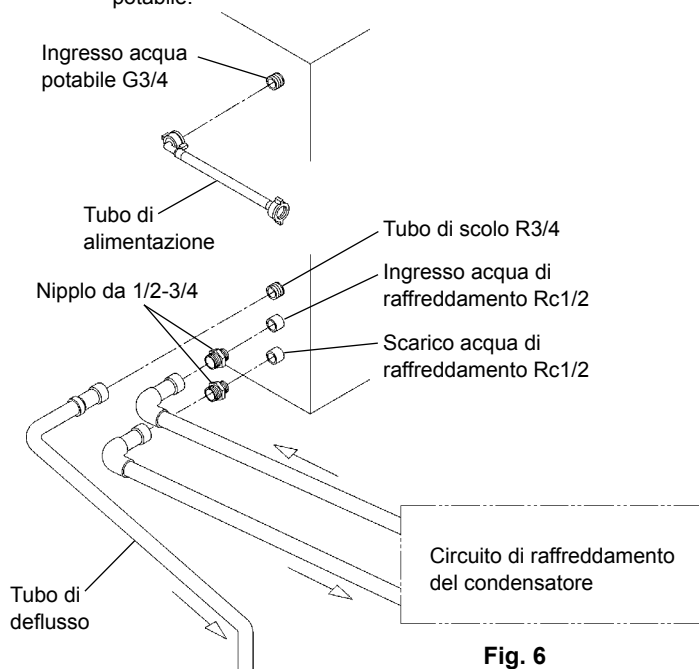

Fig. 6
- \* La Hoshizaki raccomanda di collegare il condensatore a un sistema di raffreddamento a circuito chiuso con ricircolo servendosi di un raffreddatore a torre o equivalente (v. Fig. 6 e 7). La formazione d'acqua dovrebbe avvenire tramite un serbatoio di interruzione o una valvola a sfera.
## [a] Collegamenti conformi alla normativa WRC in vigore nel Regno Unito (Fig. 6 e 7)
5) Collegare il circuito di raffreddamento del condensatore alle estremità libere dei nippli da 1/2-3/4 (Fig. 6) servendosi di un tubo rigido adatto. Utilizzare nastro in PTFE o altri sigillanti adatti per ottenere un'adeguata tenuta.